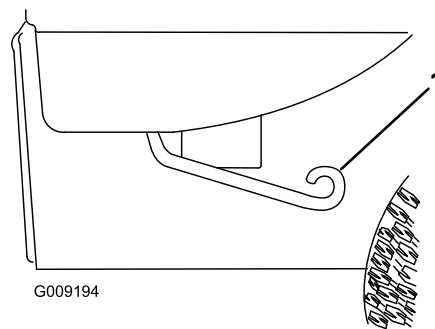

Figura 17
1. Levante la palanca situada en cada lado de la plataforma y eleve la plataforma (Figura 17).